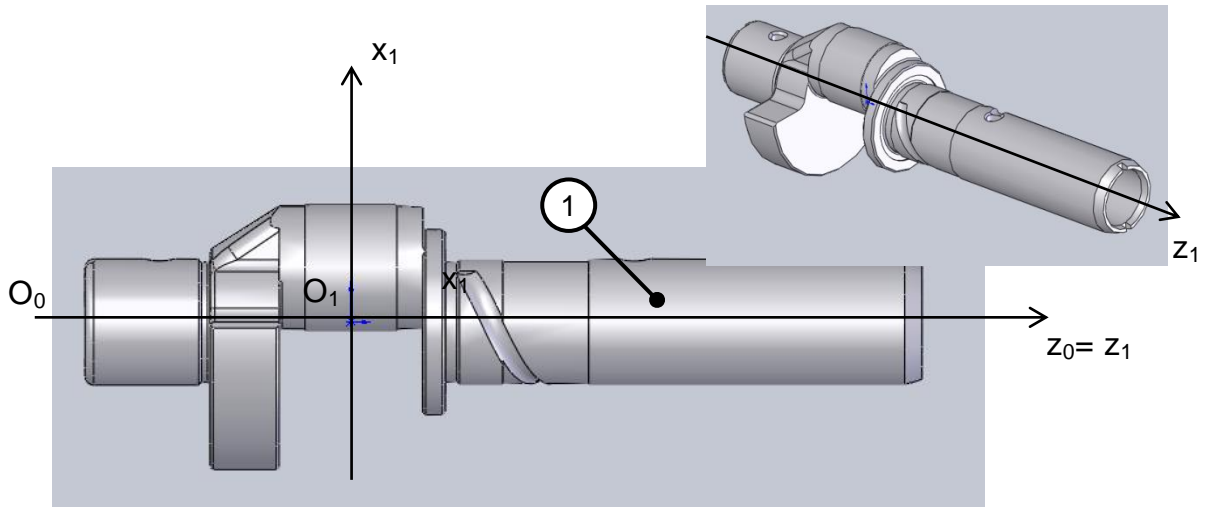

Figure 3 – vilebrequin (1)
La figure 3 correspond à une représentation volumique du vilebrequin (1) avec le système d'axes associés. Le logiciel CAO permet d'avoir accès aux propriétés de masse du vilebrequin.